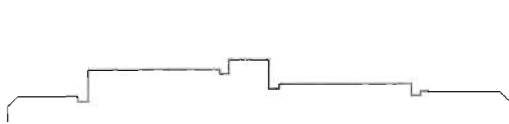

图 10-136
(5) 在命令提示行输入 Cha 并回车, 执行 Chamfer (倒角) 命令来绘制两端的倒角, 如图 10-136 所示, 命令执行过程如下。